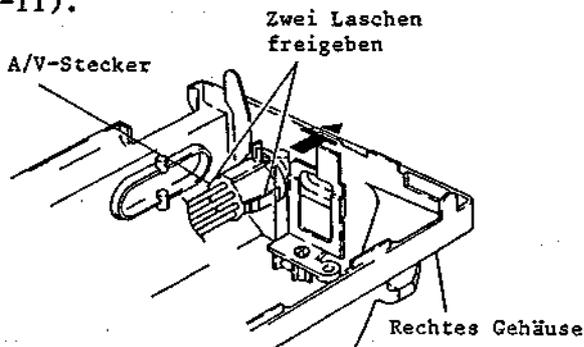

Abb. 2-11 Ausbau des rechten Gehäuses
1-8 Ausbau des rechten Gehäuses (Abb. 2-11)
8. Zwei (2) Laschen des A/V-Steckers freigeben und den A/V-Stecker in Pfeilrichtung abziehen (siehe Abb. 2-11).